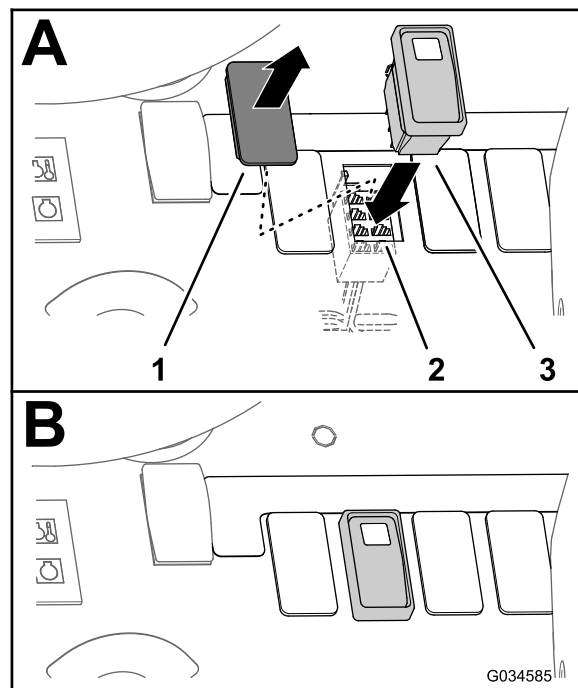
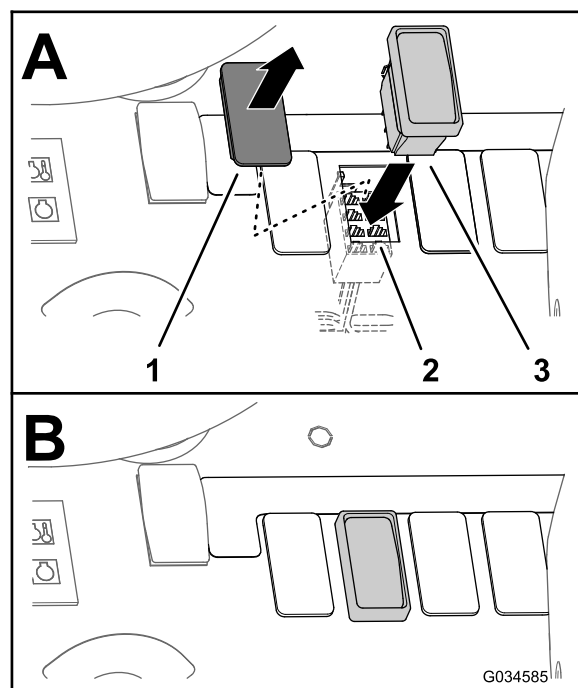

Bild 29
Bild 30
- Entfernen Sie die Blende für den Spülbehälterschalter am Armaturenbrett (Bild 29 oder Bild 30).
3. Verlegen Sie den 8-Buchsen-Stecker zum offenen Loch im Armaturenbrett (Bild 29 oder Bild 30).
4. Schließen Sie den 3-Stellungsschalter durch das Armaturenbrett am 8-Buchsen-Stecker an (Bild 29 oder Bild 30).
5. Setzen Sie den 3-Stellungsschalter in die Öffnung im Armaturenbrett ein, bis der Riegel des Schalters im Armaturenbrett einrastet (Bild 29 und Bild 30).